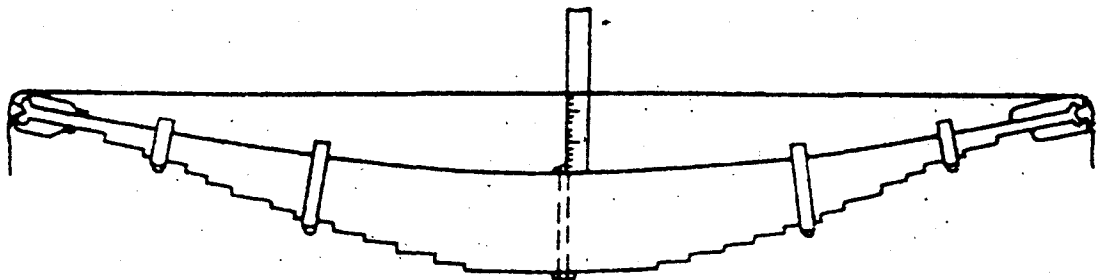

Рис. 48. Проверка стрелы прогиба рессор
2. Осмотреть рессору и, если нет поломок и коррозии ее деталей, проверить стрелу прогиба рессоры в свободном состоянии. Для этого натянуть нить или тонкую проволоку по торцовым закруглениям чашек верхнего коренного листа вдоль рессоры и измерить расстояние от нити до верхней поверхности коренного листа в районе центрального болта (рис. 48), которое для передней рессоры должно быть  $113 \pm 5$  мм, для задней —  $98 \pm 5$  мм.